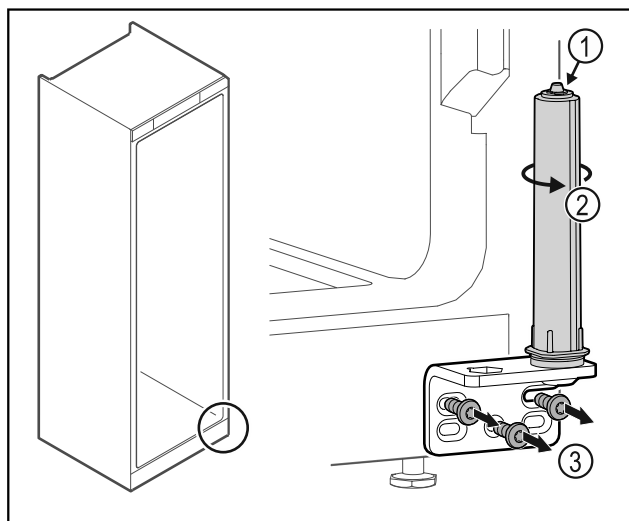

Fig. 33
- Ne pas désassembler le système de fermeture de la porte Fig. 33 (1).
- Tourner le système de fermeture Fig. 33 (2) jusqu'à entendre un clic.
- Dévisser l'équerre de la charnière Fig. 33 (3).